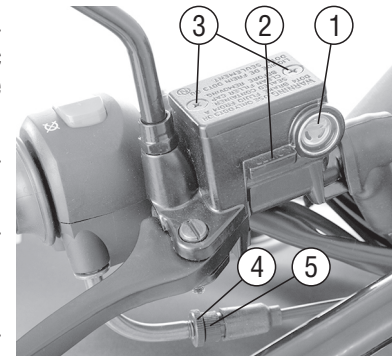

Рис. 14. Главный тормозной цилиндр
Дисковый тормоз переднего колеса с гидравлическим приводом регулировки не требует. Осмотр тормозных колодок производится без снятия колеса со стороны передней части тормозного диска. Контроль уровня тормозной жидкости в резервуаре главного тормозного цилиндра осуществляется через прозрачное окно корпуса (рис. 14, поз. 1). Установите руль мотоцикла в положение, при котором крышка резервуара занимает горизонтальное положение; уровень жидкости в окне должен находиться не ниже контрольного выступа (рис. 14, поз. 2), расположенного на стенке резервуара рядом с окном.
- выверните винты (рис. 14, поз. 3) и снимите крышку резервуара главного тормозного цилиндра с диафрагмой;
Прежде чем приступить к регулировке карбюратора, убедитесь в том, что фильтрующий элемент воздухофильтра не загрязнен и не имеет дефектов (см. пункт «Воздухофильтр»). Регулировку карбюратора начните с проверки свободного хода троса привода дросселя, который должен составлять 0,5-1,0 мм. Для его корректировки ослабьте контргайку упора оболочки троса под рукояткой управления дросселем (рис. 14, поз. 4), и, вращая регулировочную гайку упора оболочки (рис. 14, поз. 5), установите ее в такое положение, при котором свободный ход оболочки троса будет составлять 0,5-1,0 мм. Регулировочную гайку упора зафиксируйте контргайкой.